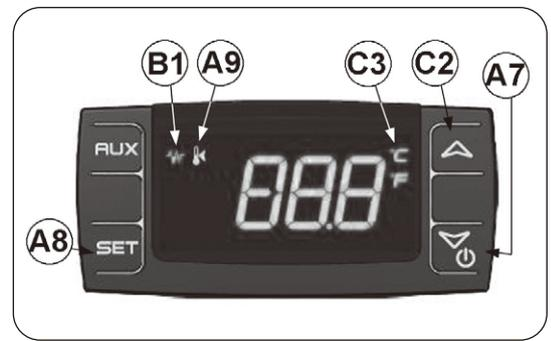

図8
スイッチボタン(図8のA7)を3秒以上押し続けると運転を開始し、水温が表示されます。設定温度を確認するには、SETボタン(図8のA8)を押します。水温表示に戻るには再びSETボタン(図8のA8)を押します。もしくは5秒間待つと自動的に水温表示に戻ります。
- 17) 運転を停止させるには、スイッチボタン(図8のA7)を3秒以上長押しします。ディスプレイに「OFF」と表示されます。
点灯：冷却機能が作動中(図8のB1)
点灯：加温機能が作動中(図8のA9) ※TK150には加温機能はありません。
点滅：冷却機能がスタンバイ(図8のB1)
点滅：加温機能がスタンバイ(図8のA9) ※TK150には加温機能はありません。
各ボタンの位置については図8を参照してください。